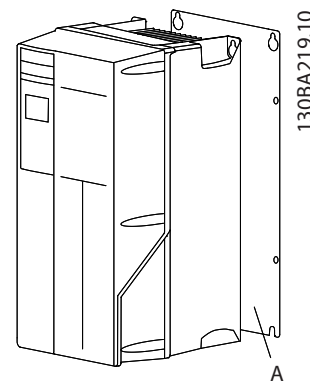
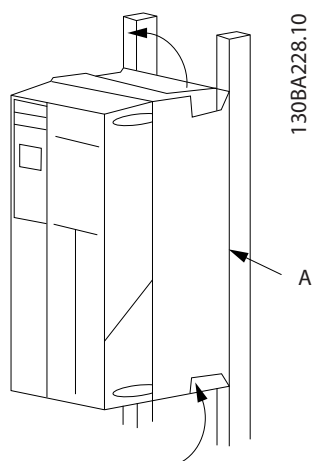

Рисунок 2.2 Правильная установка с использованием задней панели
Рисунок 2.3 Правильный монтаж с использованием реек
- Для обеспечения надлежащей циркуляции охлаждающего воздуха установите устройство на устойчивую ровную поверхность или прикрепите к дополнительной задней панели (см. *Рисунок 2.2 и Рисунок 2.3*).